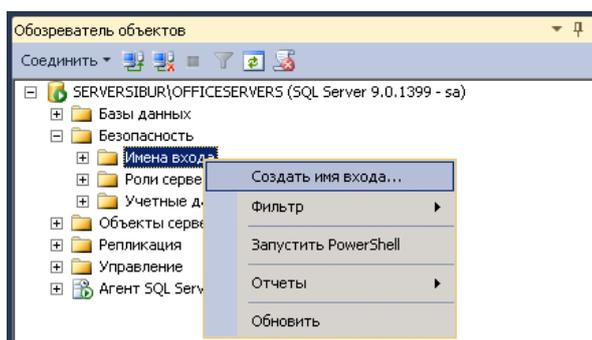

Рисунок 5.1.
1. В СУБД SQL-сервера добавить пользователя (группу пользователей), которому разрешен запуск ПК-Клиента. Открыть «Безопасность – Имена входа». Нажать ПКМ и в контекстном меню выбрать «Создать имя входа...» (рис. 5.1)